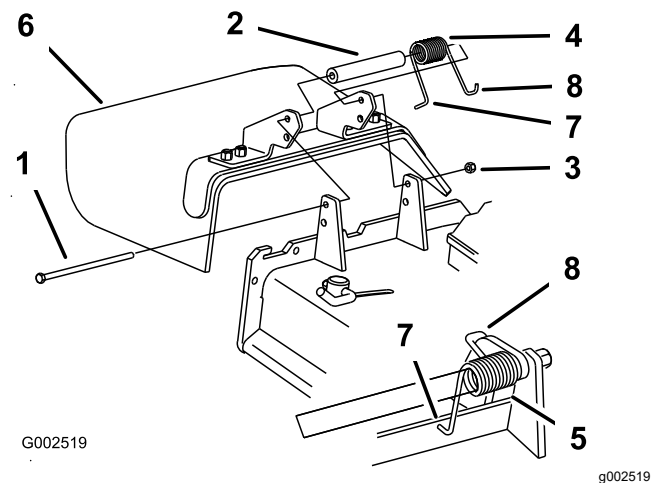

Figura 113
1. Retire la contratuerca, el perno, el muelle y el espaciador que sujetan el deflector a los soportes de pivote (Figura 113).
Nota: Asegúrese de colocar el extremo en L del muelle detrás del reborde de la carcasa antes de instalar el perno, según se muestra en la Figura 113.
5. Coloque el extremo en J del muelle alrededor del deflector de hierba (Figura 113).